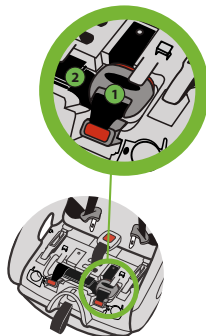

Figura 123
Introduzca el ajustador LATCH (1) en los huecos cuadrados que están detrás del conector LATCH a presión, doble el exceso del cinturón LATCH (2) e introdúzcalo debajo de la lengüeta que está entre los ajustadores, como se muestra en la **figura 123**.